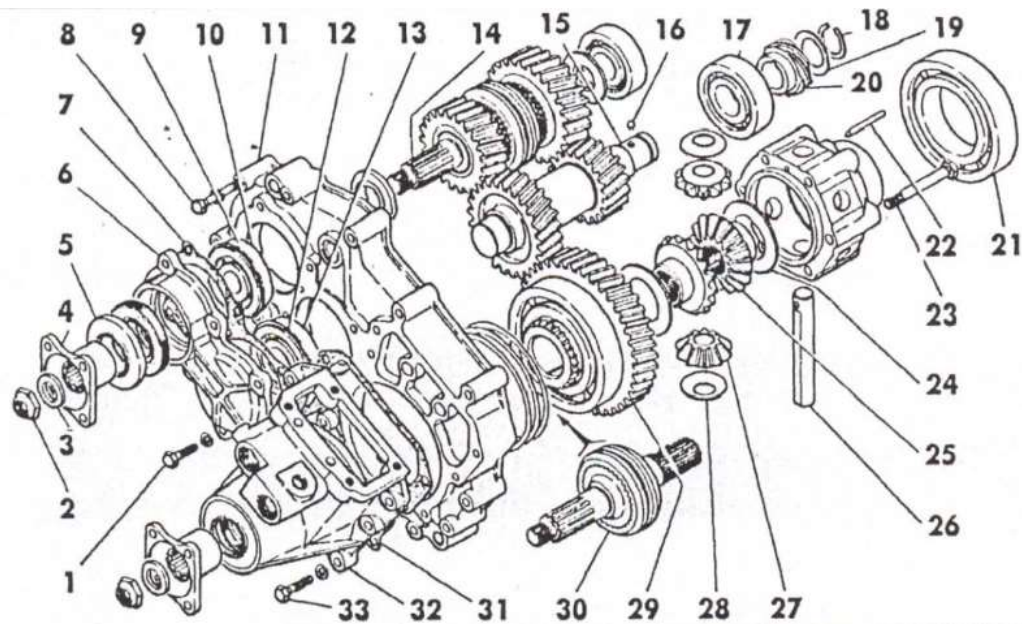

Рис.6.14 Детали переднего картера раздаточной коробки:
- раскернить и отвернуть гайки 2 (рис. 6.14) фланцев, снять шайбы 3 и фланцы 4;